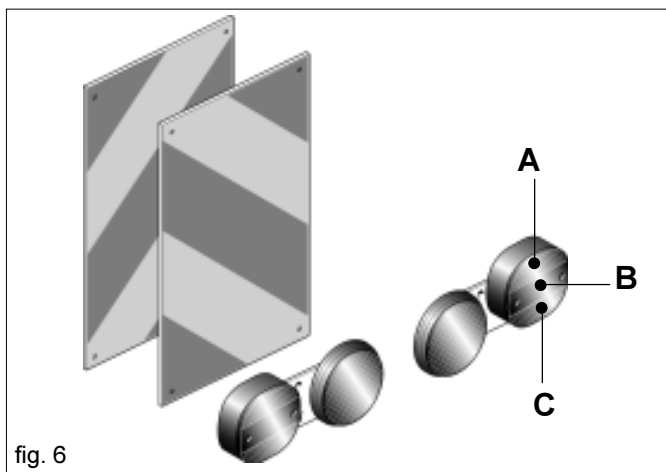

fig. 6
- 37) Qualora gli ingombri costituiti da attrezzature portate o semi-portate occultino la visibilità dei dispositivi di segnalazione e di illuminazione della trattrice, questi ultimi devono essere ripetuti adeguatamente sulle attrezzature, attenendosi alle normative del codice stradale in vigore nel relativo paese. Accertarsi, quando in uso, che l'impianto luci sia perfettamente funzionante. Si rammenta inoltre che la corretta sequenza segnaletica dei fanali prevede (Fig. 6):